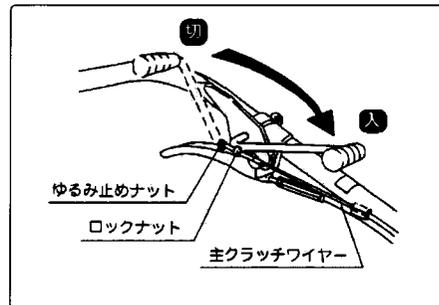

図18
② 走行用主クラッチワイヤーやVベルトが伸びた場合はロックナットをゆるめ、アウター受けを伸ばしてください。これだけで調節しきれない場合はエンジン固定ボルト4本をゆるめてエンジンを後ろに移動してください。(このときのベルトとベルト押えのスキマは3~5mmが適当です) (図18,19)